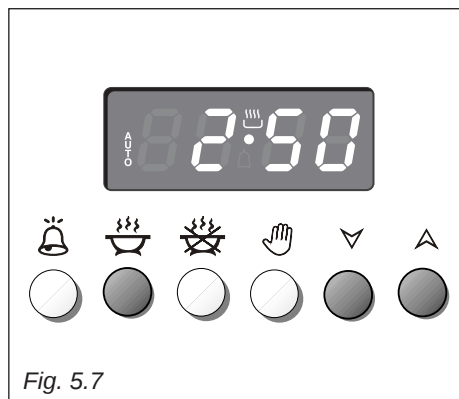

Fig. 5.7
1. Indstil tilberedningslængden ved at trykke på  og  eller  (fig. 5.7).